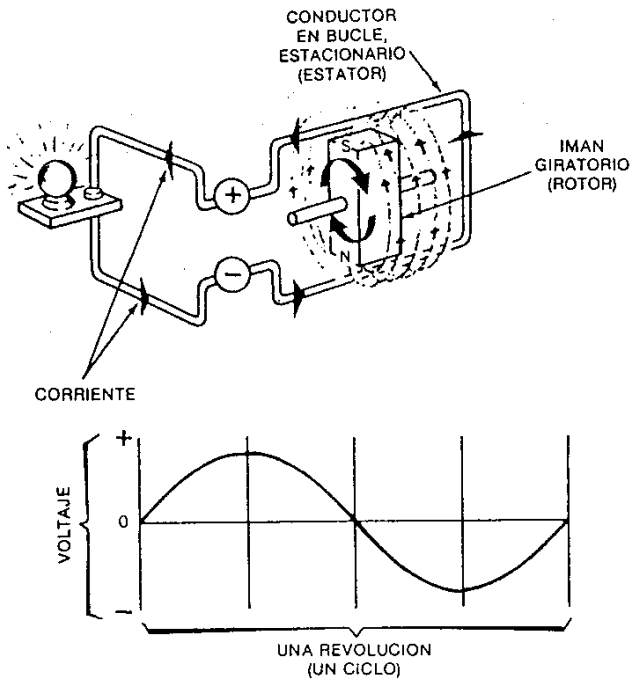

Fig. 2
2. El campo puede moverse pasando por o alrededor de un conductor estacionario. Fig.2